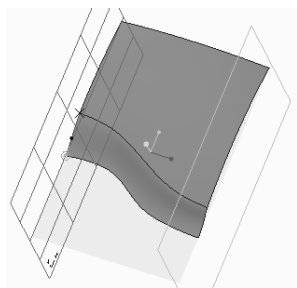

图 7-131 创建的造型曲面 1
5) 类似地选择平面曲线 5 来进行编辑, 也分别选择平面曲线 5 的上端点、下端点, 均将其第一约束类型设置为“曲面相切”, 此时音箱面板的造型曲面如图 7-131 所示。